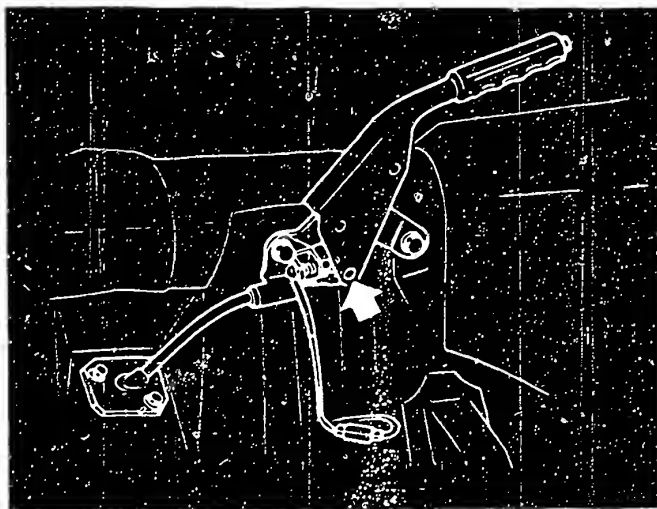

Bild 57 Um das vordere Teil des Handbremsseils zu ersetzen, muss der Haltestift am Handbremshebel (Pfeil) zerstört werden.
f) Die Handbremsbetätigung erfolgt mit Seilzügen auf die hinteren Brems Scheiben. Die Handbremse ist so einzustellen, dass sie mit einer Kraft von 196N auf 8...9 Rasten gezogen werden kann. Die Einstellung erfolgt von der Fahrzeug-Unterseite her (Bild 57).